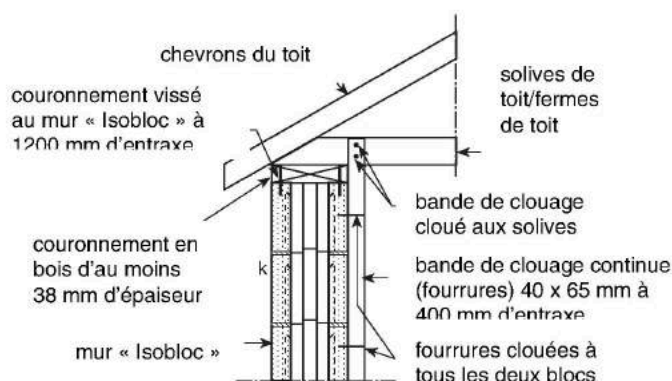

Figure 6. Fourrures utilisées comme point de fixation au toit
- Les systèmes de toit de construction à ossature de bois doivent être attachés au mur extérieur en clouant des bandes de clouage du mur intérieur directement au système de couverture. Les bandes de clouage doivent être continues, sinon il faut prévoir un jointage d'embout adéquat. Au lieu de bandes de clouage en bois, on peut utiliser des poteaux en bois, des profilés métalliques ou des bandes métalliques ayant une résistance adéquate pour empêcher le soulèvement du toit. Voir figure 6.